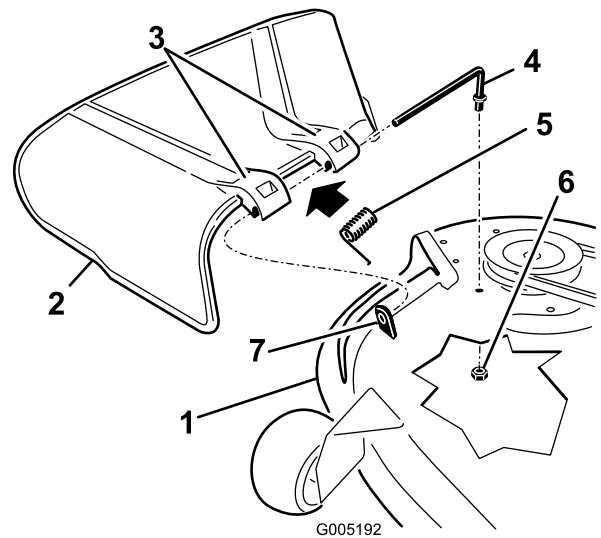

Bild 75
- Schieben Sie die Stange aus dem kurzen Vorsprung, der Feder und dem Ablenkblech (Bild 75).
- Montieren Sie das Ablenkblech (Bild 75).
- Schieben Sie die Stange durch die zweite Halterung am Grasablenkblech (Bild 75).
- Befestigen Sie das hintere Stangenende mit einer Mutter ($\frac{3}{8}$ ") am Mähwerk, wie in Bild 75 abgebildet.
- Nehmen Sie die Mutter ($\frac{3}{8}$ ") aus der Stange unter dem Mähwerk ab (Bild 75).